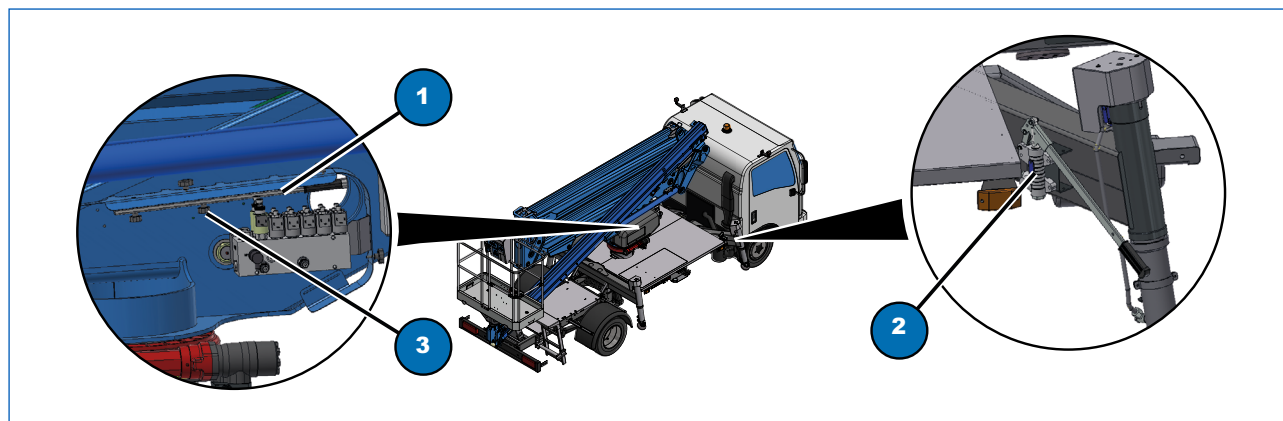

Fig. 7.3
In caso di avaria al motore del veicolo, alla pompa ad ingranaggi che fornisce la forza motrice a tutta l'attrezzatura, è possibile effettuare il rientro della piattaforma di lavoro nel modo seguente (Fig. 7.3):
- 1) rimuovere la leva di comando (Fig. 7.3, 3) della pompa manuale (Fig. 7.3, 2) fissata sul lato destro della torretta, allentando la manopola nera di bloccaggio (Fig. 7.3, 1);
- 2) inserire l'impugnatura (Fig. 7.3, 3) nella pompa manuale (Fig. 7.3, 2);